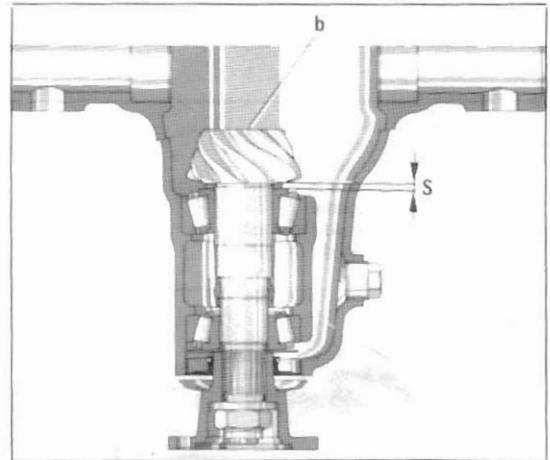
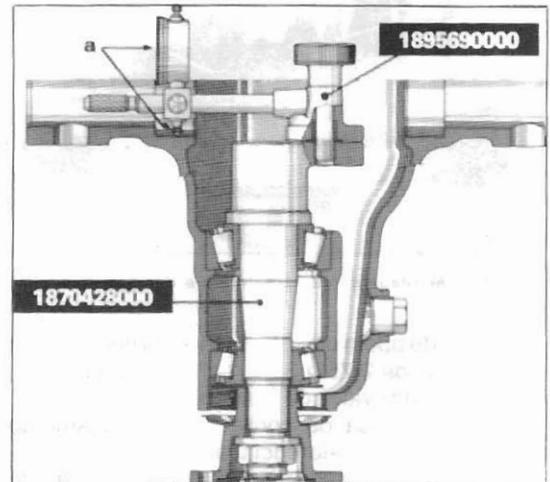

Fig.151 — Localização do calço "S"
Fig.152 — Localização da medição "a"
Calcular a espessura do calço "S" a montar entre o pinhão de ataque e o rolamento (fig.151) considerando que "a" é o valor da dimensão indicada pelo comparador, montado como indicado na fig. 152 e que "b" é o valor (em centésimos) indicado na face do pinhão de ataque.
- Quando o número inscrito na face do pinhão está precedido do sinal "+" a espessura do calço "S" (fig.151) obtém-se subtraindo esse mesmo número ao valor de "a" medido com o comparador.
- Quando o número gravado na face do pinhão está precedido do sinal "-", a espessura do calço "S" (fig.151) obtém-se adicionado esse mesmo número ao valor de "a" medido com o comparador.
A espessura do calço "S" (fig.151) a montar é de 2,95 mm.